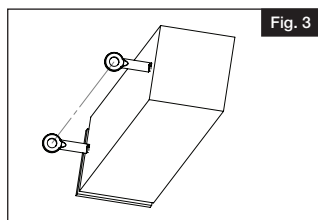

Fig. 3
- d.) Twist both eye hinges in the same depth and align eye holes (Fig. 3).
- Enfoncer les deux charnières à œillet à la même profondeur et aligner les œillets (Fig. 3).
- d.) Gire las dos bisagras de ojo a la misma profundidad y alinee los agujeros (Fig. 3).